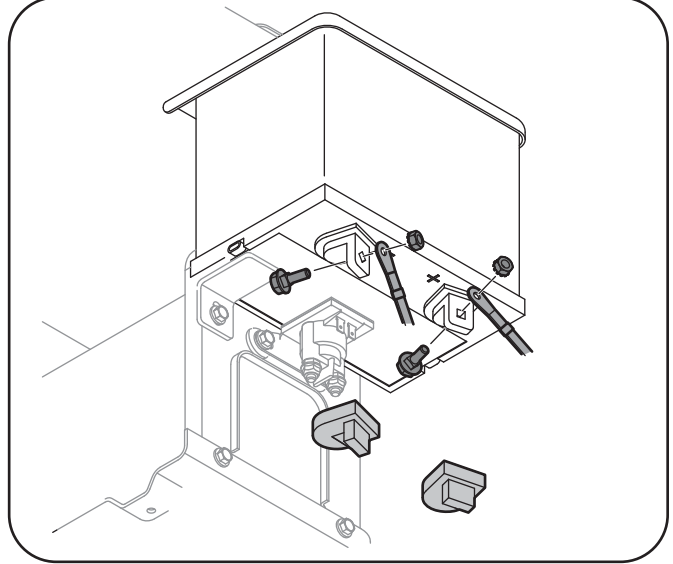

Figure 3-14
1. Enlevez le couvercle en plastique, si équipé, de la borne positive de la batterie et attachez le câble rouge à la borne positive (+) avec le boulon et l'écrou à six pans. Voir la Fig. 3-14.
2. Enlevez le couvercle en plastique, si équipé, de la borne négative de la batterie et attachez le câble noir à la borne négative de la batterie (-) avec le boulon et l'écrou à six pans. Voir la Fig. 3-14.